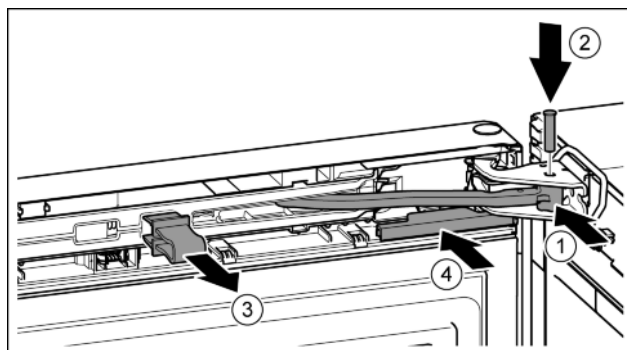

Fig. 24
- ▶ Поверніть шарнір в опорному кронштейні. Fig. 24 (1)
- ▶ Встановіть гвинт в опорний кронштейн та шарнір. При цьому виступ фіксатора повинен займати правильне положення в пазу. Fig. 24 (2)
- ▶ Зніміть запобіжник. Fig. 24 (3)
- ▶ Насуньте кришку. Fig. 24 (4)